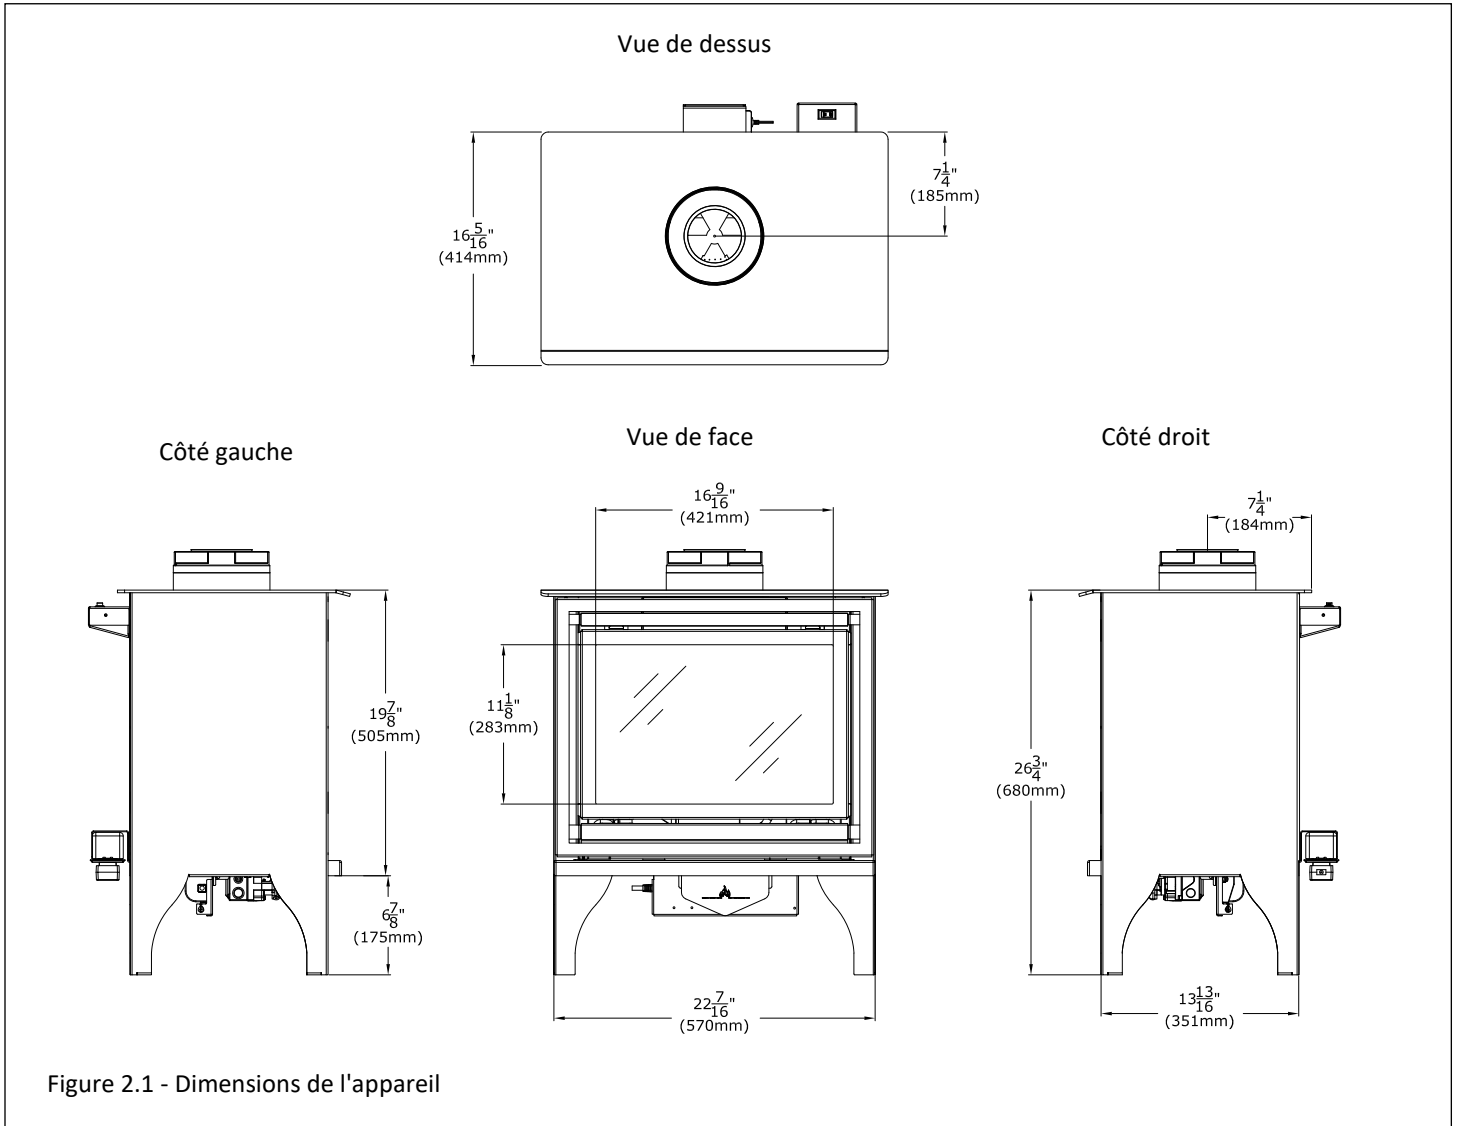

Figure 2.1 - Dimensions de l'appareil
- La conduite de gaz doit être acheminée jusqu'au point de raccordement où le robinet d'arrêt et la conduite de gaz flexible se connecteront. Voir la figure 2.1, Dimensions de l'appareil.